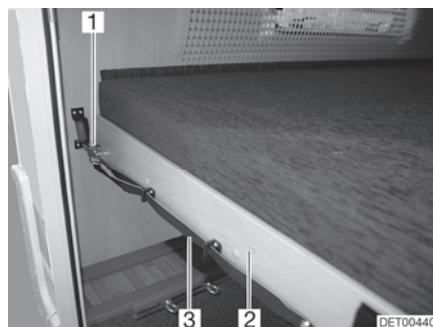

Fig. 64 Letto a castello (parte posteriore)
- Tirare l'asola (Fig. 64,3) e liberare il chiavistello (Fig. 64,1).
- Tirare in avanti il telaio portamaterasso (Fig. 64,2) con il materasso finché non si innesta.